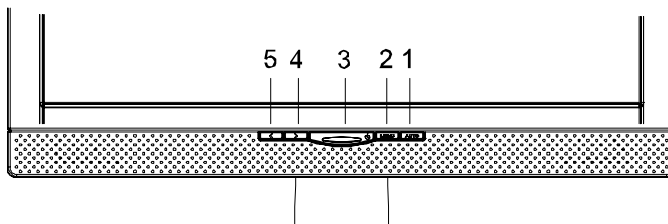

Figure 4. Boutons du Moniteur
1. D'abord démarrez votre PC puis allumer votre moniteur en appuyant sur le bouton alimentation (power) (③ in fig. 4). Le voyant LED (③ in fig. 4) devrait passer au Vert.
Vous pouvez régler votre image (telle que la luminosité, le contraste, la position de l'image, la phase, etc.) manuellement ou en utilisant l'option Ajustement automatique d'image LCD (réglage usine). Ceci ajustera les paramètres optimaux d'image selon le mode graphique. Appuyez sur AUTO (① fig. 4) pour lancer l'ajustement automatique . Ce réglage peut prendre quelques minutes pour s'exécuter complètement.
Vous pouvez ajuster le volume de votre haut parleur du système audio intégré en appuyant directement sur les boutons ► (④ fig. 4) quand le Menu OSD est inactif. Ensuite, appuyez sur le bouton ◀ pour augmenter le volume ou sur le bouton ► pour le baisser.
Vous pouvez ajuster la luminosité et le contraste directement en appuyant sur le bouton ◀ (④ fig. 4) quand le Menu OSD est inactif. Ensuite appuyez sur les boutons ◀ ou ► (④ et ⑤ fig. 4) pour ajuster la luminosité ou les boutons ◀ ou ► buttons (④ et ⑤ fig. 4) quand l'OSD est sur Contrast.
Appuyez sur le bouton MENU (② fig. 4) pour afficher le menu OSD à l'écran.
1. Il existe 5 sous-menus OSD. Choisissez le sous-menu désiré en appuyant sur les boutons ◀ ou ▶ (④ et ⑤ fig. 4; voir section « Menu Fonctions OSD »).
2. Appuyez sur le bouton MENU (② fig. 4) pour activer la fonction choisie ou le sousmenu associé.
3. Si vous avez choisi un sousmenu, sélectionnez la sous fonction que vous désirez en utilisant les boutons ◀ ou ▶ (④ et ⑤ fig. 4).
5. Appuyez sur le bouton MENU (② fig. 4) pour sauvegarder cette saisie. Répétez les réglages 2-5 pour faire les autres réglages souhaités.
6. Le menu OSD disparaît automatiquement si aucune modification n'a été faite sous 45 secondes (ajustement par défaut). Le dernier ajustement sera sauvegardé. Vous pouvez fermer le menu manuellement en appuyant sur le bouton AUTO (① fig. 4).